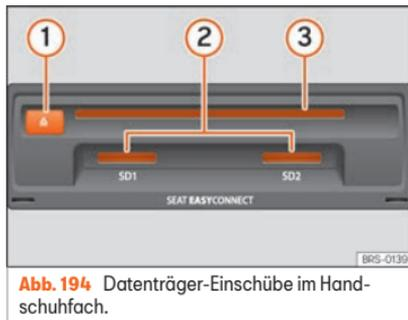

Abb. 194 Datenträger-Einschübe im Handschuhfach.
- CD nur so weit in den CD-Schacht » » **Abb. 194** ③ einschieben, bis sie automatisch eingezogen wird.
Kompatible Speicherkarte mit der abgeschnittenen Ecke zuerst und mit der Beschriftung nach oben (Kontaktflächen nach unten) in den Speicherschacht » » **Abb. 194** ② oder » » **Abb. 171** ⑨ einschieben, bis sie einrastet.